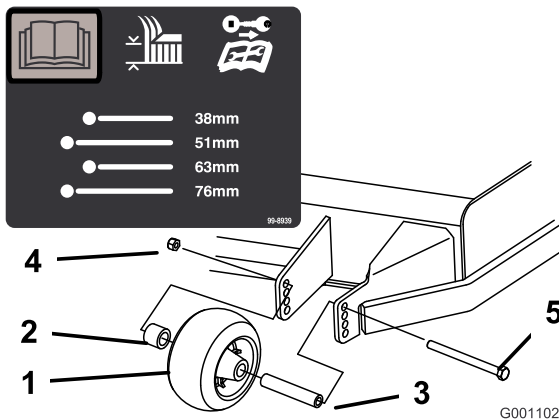
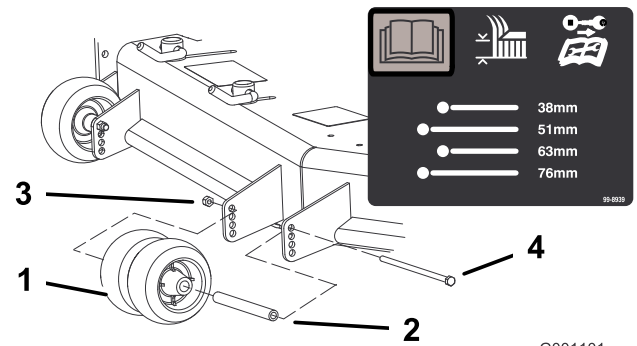
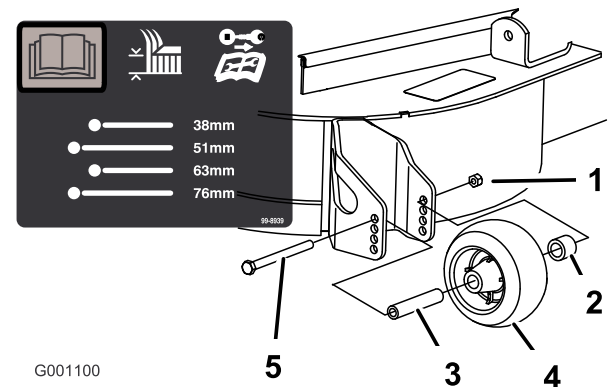

Bild 20
Bild 21
Bild 22
3. Nach dem Einstellen der Schnitthöhe sollten Sie die Rollen einstellen. Nehmen Sie die Bundmutter, die Buchse, das Distanzstück und die Schraube ab (Bild 20, Bild 21 und Bild 22).
Hinweis: Die beiden mittleren Rollen haben keine Distanzstücke (Bild 21).
5. Setzen Sie die Bundmutter, die Buchse, das Distanzstück und die Schraube ein. Ziehen Sie auf 54-61 Nm (Bild 20, Bild 21 und Bild 22) fest.